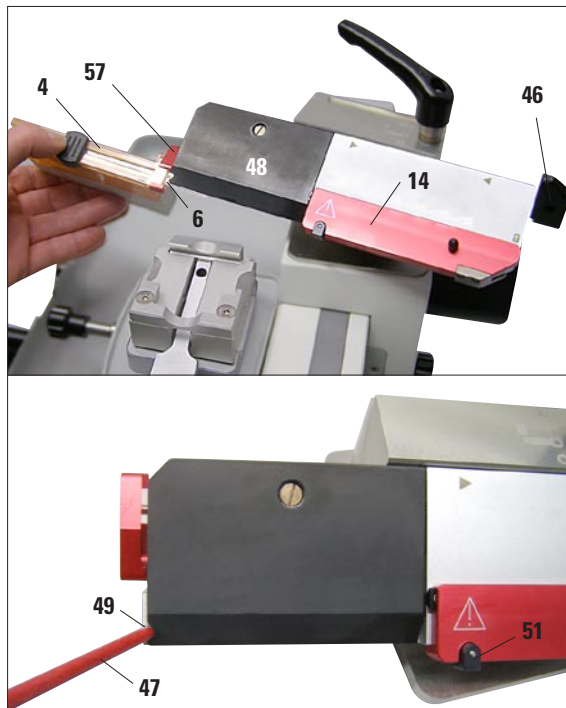

図 28
替刃の挿入 (図 28)
- ナイフガード (14) を右方向に押し、レバー (46) を押し上げてプレッシャープレート (48) のクランプを解放します。
- 替刃 (6) をナイフホルダー (図 28) に慎重に挿入します。
- ブラシスティック (47) を使用し、替刃を慎重に最終位置まで押し込みます。ノッチ (49) が付いているので替刃をプレッシャープレートの下に奥まで押し込みやすくなっています。
- クランプレバー (46) を押し下げて刃を固定します。